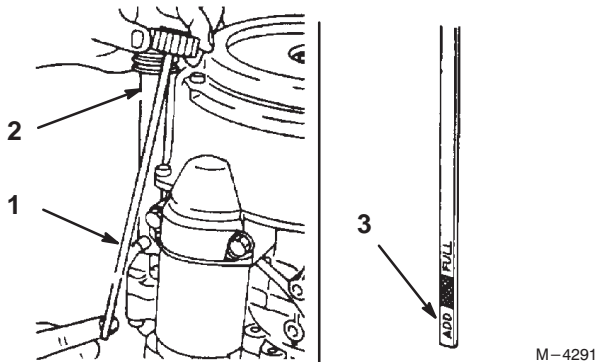

Abbildung 31
2. Den Bereich um den Ölpeilstab herum reinigen (Abb. 31), damit kein Schmutz in den Einfüllstutzen gelangen und so den Motor beschädigen kann.
3. Den Ölpeilstab losschrauben und das Ende abwischen (Abb. 31).
4. Den Ölpeilstab ganz in das Einfüllrohr schieben, nicht auf das Rohr drehen (Abb. 31). Den Peilstab wieder herausziehen und den Ölstand kontrollieren. Ist der Ölstand zu niedrig, nur soviel Öl in das Einfüllrohr gießen, bis die Markierung "FULL" erreicht ist.